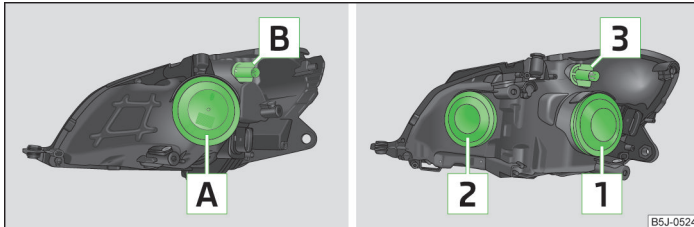

Abb. 156 Glühlampenordnung: Halogen-Scheinwerfer / Halogen-Projektorscheinwerfer
- › Die Gummiabdeckung **A** » Abb. 156 auf Seite 193 abnehmen.
- › Die Gummiabdeckung » Abb. 156 auf Seite 193 abnehmen.
- › Die Fassung » Abb. 156 auf Seite 193 bzw. die Fassung bis zum Anschlag **entgegen dem** Uhrzeigersinn drehen und zusammen mit der Glühlampe für Blinklicht herausnehmen.
- › Die Gummiabdeckung » Abb. 156 auf Seite 193 bzw. abnehmen.